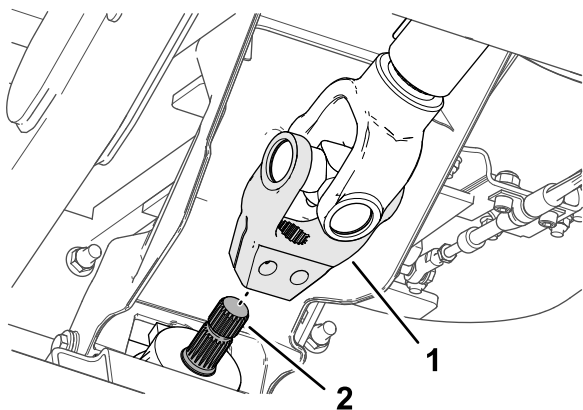

Figura 18
5. Aliniați canelurile din furca arborelui de transmisie pe canelurile arborelui de intrare al dispozitivului de atașare (Figura 18) și glisați furca pe arbore.